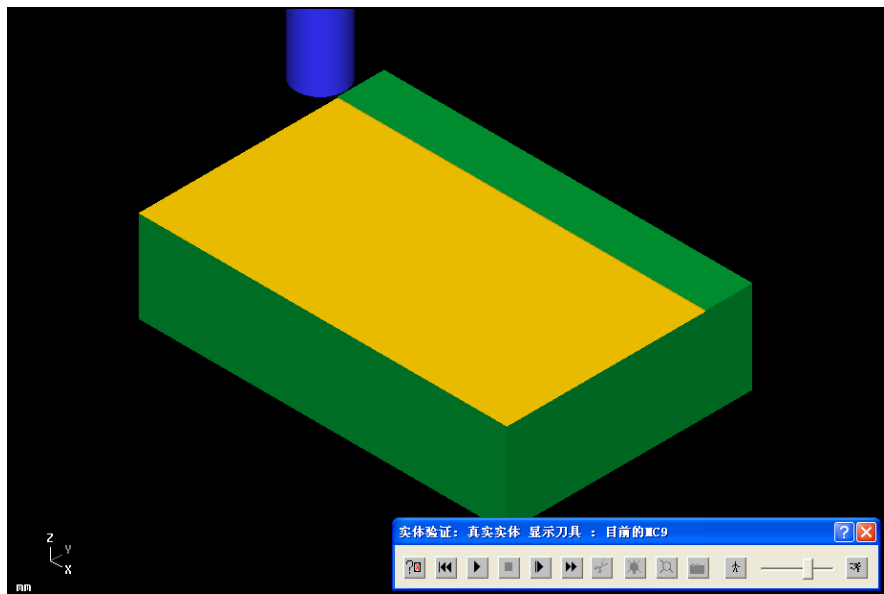

图 1-16 面铣实体切削验证
9) 单击“实体切削验证”，单击  播放，仿真加工过程和结果如图 1-16 所示。在主菜单区单击“档案”、“存档”，将本例保存为“面铣.mc9”文件。